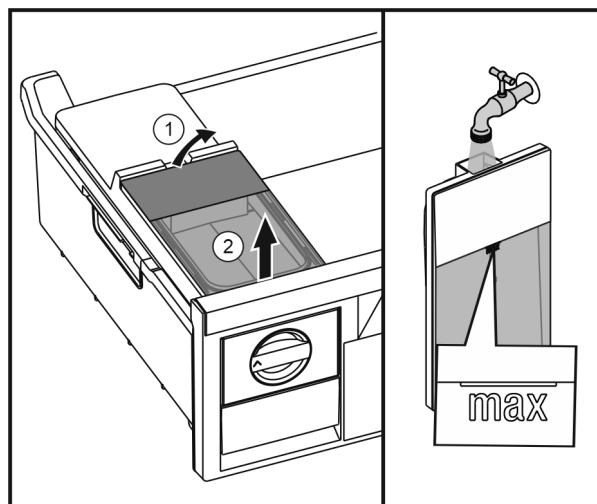

Fig. 31
- ▶ Zvedněte vzadu nádržku na vodu *Fig. 31 (1)* a poté ji vyjměte směrem nahoru *Fig. 31 (2)*.